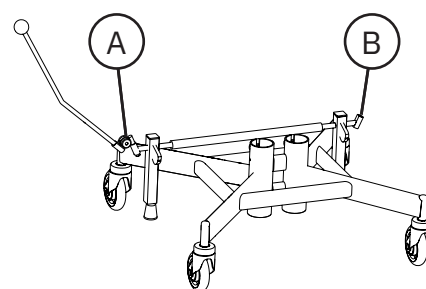

Figure 5.16. Levier de frein.
Le levier de frein peut se placer sur le côté droit (A) ou gauche (B) de l'embase (voir figure 5.16).